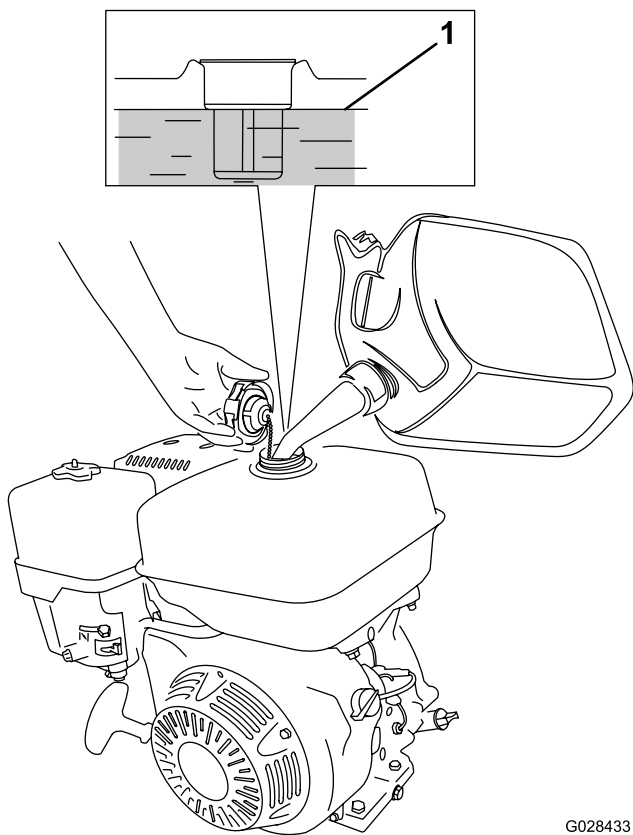

Figura 17
1. Curățați în jurul capacului rezervorului de combustibil și îndepărtați capacul de la rezervor (Figura 17).